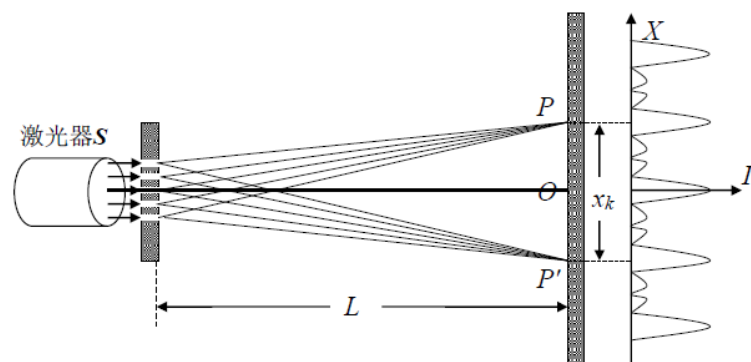

图 11-2 夫琅和费光栅衍射原理图
描述光栅特征的物理量是光栅常数 d ，其大小等于狭缝宽度与狭缝间不透光部分之和。由于习惯上用单位毫米里的狭缝数目 N 来描述光栅特性。光栅常数 d 等于 N 的倒数。根据夫琅和费衍射理论，平行光束垂直入射到光栅平面时，透射光将形成衍射现象，图 11-2 为形成光栅衍射的原理图，在一些方向上由于光的相互加强后光强度特别大，而其他方向上由于光的相消后光强度很弱就几乎看不到光。
1. 按照图 11-2 光路图生成光栅衍射图样，并记录光栅常数 d ;